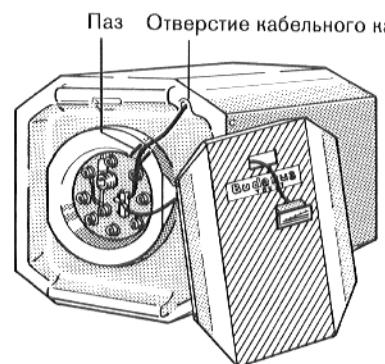

Рис. 7
- Вытянуть датчик из отверстия кабельного канала на передней стороне бойлера и подвести к креплению датчика у крышки ручного отверстия (рис. 7).
- Продеть датчик для термометра хозяйственной воды * (FB) спереди, через вырез в передней стенке кожуха, и вставить корпус термометра в вырез (рис. 7).
- Раскрутить провод датчика и проложить, через паз термоизоляции, к креплению датчика у крышки ручного отверстия (рис. 7).